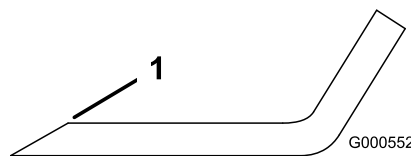

Figure 81
1. Au moyen d'une lime, aiguissez les tranchants aux deux extrémités de la lame (**Figure 81**).
Remarque: Si la lame est déséquilibrée, limez un peu l'extrémité de l'ailette seulement (**Figure 81**).